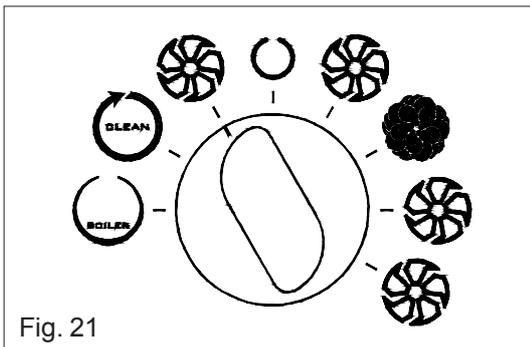

Fig. 21
- Positionner le bouton de la façon indiquée sur la figure 21.